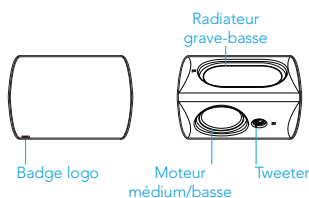

Figure 2
- N'oubliez pas de toujours diriger les enceintes de manière à permettre à l'eau de s'écouler hors du cône du moteur et/ou du radiateur basse-grave. Positionnez toujours les enceintes de façon à ce que le côté avec le moteur médium/basse et le tweeter, c'est-à-dire le côté avec le badge du logo Definitive Technology (voir Figure 2), soit orientés vers la zone d'écoute.